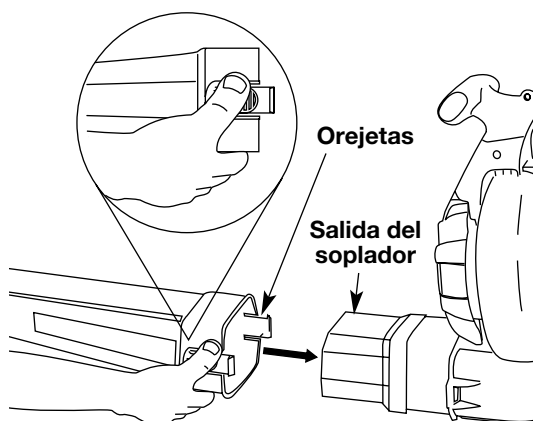

Fig. 1
- Instale el tubo del soplador sobre la salida del soplador y empuje hasta que ambas orejetas se enganchen en su lugar (Fig. 1).
- Retire el tubo del soplador presionando ambas orejetas al mismo tiempo y tirando del tubo del soplador hacia afuera (Fig. 1).
Para usar el conjunto de accesorio de limpieza de canal, debe instalar el adaptador de limpieza de canal (Part #753-05231 no incluido). Empuje el adaptador para que entre en la salida del soplador hasta que ambas lengüetas queden trabadas en su lugar (Fig. 1). Para más información, consulte el manual del Conjunto de Accesorio de Canal.